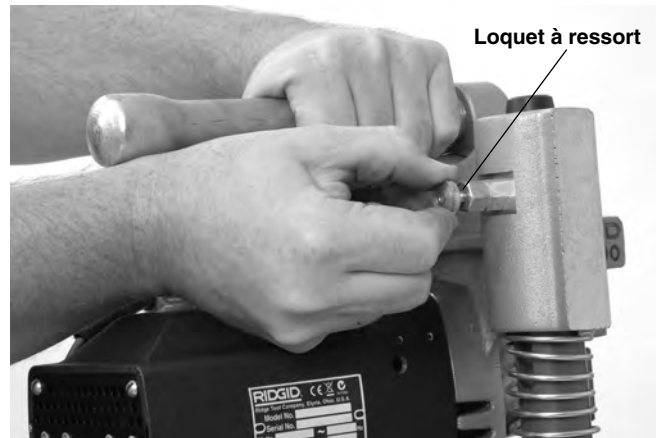

Figure 7 – Séparation du moteur de l'embase
coulisse librement sur les poteaux de l'embase. Vérifiez que la chaîne et le levier pivotant se déplacent librement. Sur la HC-300, vérifiez le bon fonctionnement de la goupille d'arrimage du moteur (Figure 7).
- Posez la scie à cloche HC-300 sur une surface saine et stable, tirez sur le loquet à ressort situé en partie haute de son poteau gauche pour libérer le moteur de l'embase, puis retirez le moteur (Figure 7).